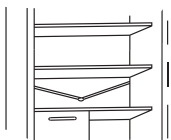

Fig.12
- Mantenha o tubo de drenagem (fig.12) limpo no compartimento do frigorífico, deve mantê-lo livre de água ou sujidade.